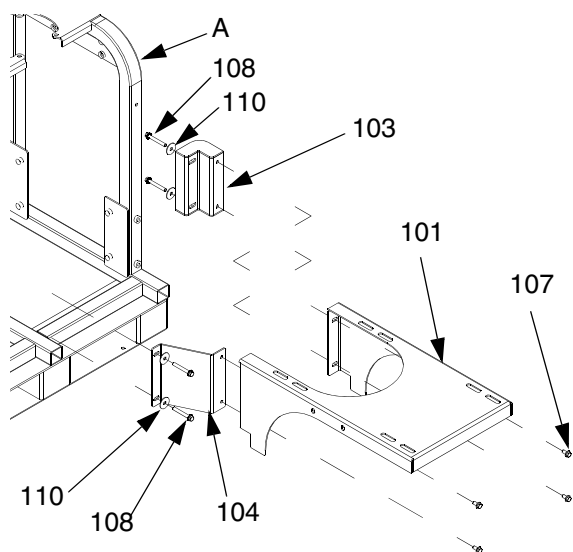

FIG. 6: Parte posteriore del telaio
- b. Ripetere l'operazione per il secondo serbatoio (D) sul lato opposto del telaio (A).
2. Montare i serbatoi (D) sul retro del telaio (A). Vedere la FIG. 6.